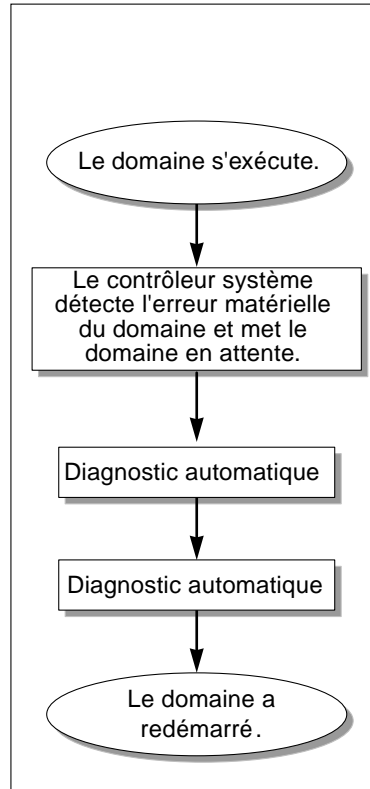

FIGURE 7-1 Processus de diagnostic d'erreur et de reprise de domaine
Selon le type d'erreurs matérielles et le niveau de contrôle diagnostic établi, le contrôleur système effectue des étapes précises de diagnostic et de reprise, comme l'indique la FIGURE 7-1. Le micro-programme comprend une fonction de *diagnostic automatique* (AD) qui détecte et analyse les erreurs matérielles touchant la disponibilité de la plate-forme et de ses domaines.
Le résumé ci-dessous décrit le processus montré dans la FIGURE 7-1 :